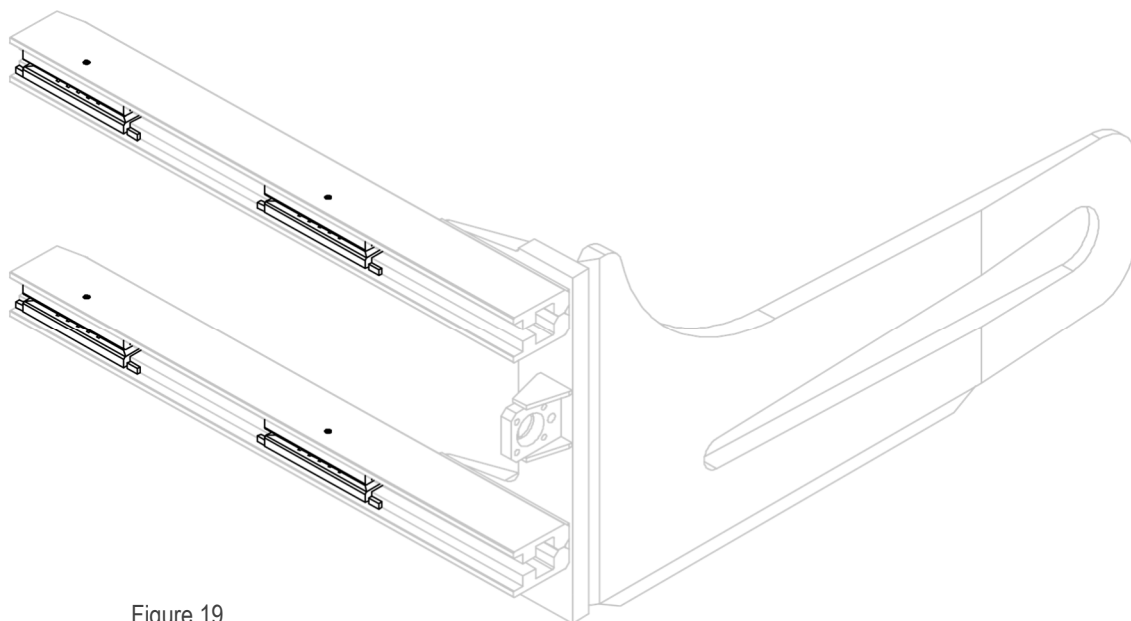
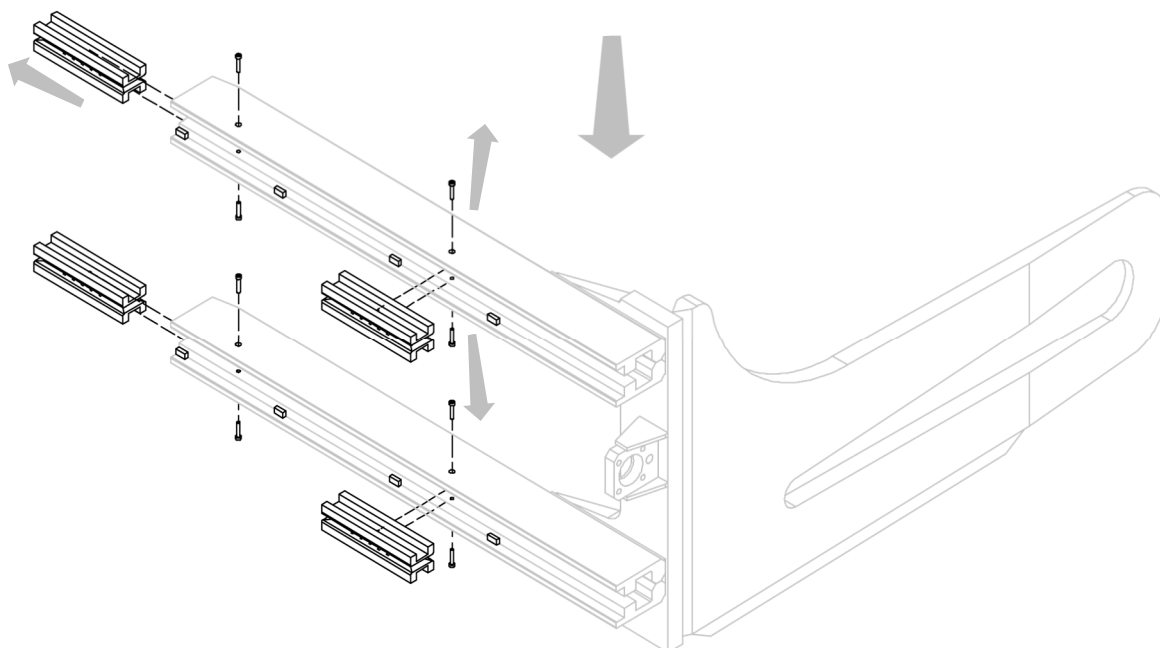

Figure 19
Figure 20
2. Retirer les bagues de guidage de leurs logements, après avoir retiré les vis de blocage correspondantes (voir *Figure 19* et *Figure 20*).